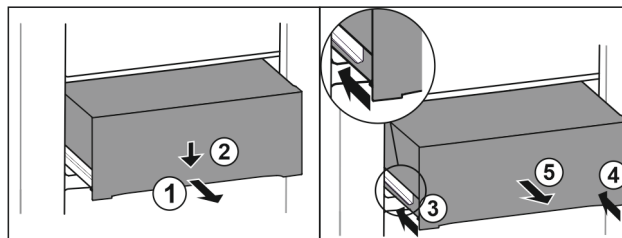

Fig. 172
- Estrarre il cassetto a metà. Fig. 172 (1)
- Premere il cassetto sul lato anteriore verso il basso. Fig. 172 (2)
- Spingere la guida sinistra di circa 2 cm verso l'interno. Fig. 172 (3)
- Spingere la guida destra di circa 2 cm verso l'interno. Fig. 172 (4)
- Rimuovere il cassetto tirandolo in avanti. Fig. 172 (5)